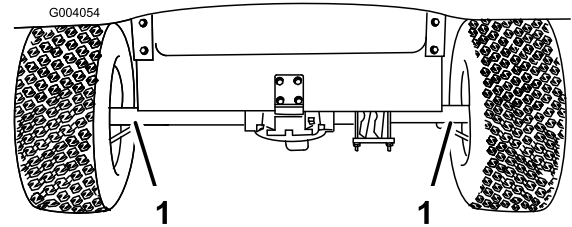
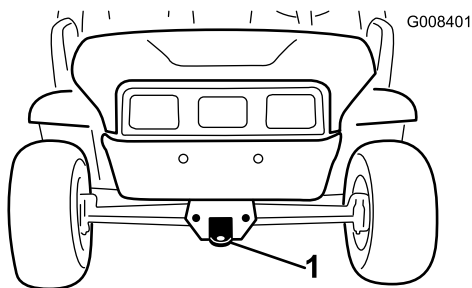

Figura 21
Figura 22
Em distâncias longas, transporte a máquina num atrelado. Verifique se a máquina se encontra bem presa ao atrelado. Consulte Figura 21 e Figura 22 para localizar os pontos de fixação do veículo.
2. Ate um cabo de reboque ao garfo, na parte dianteira do chassis (Figura 22).